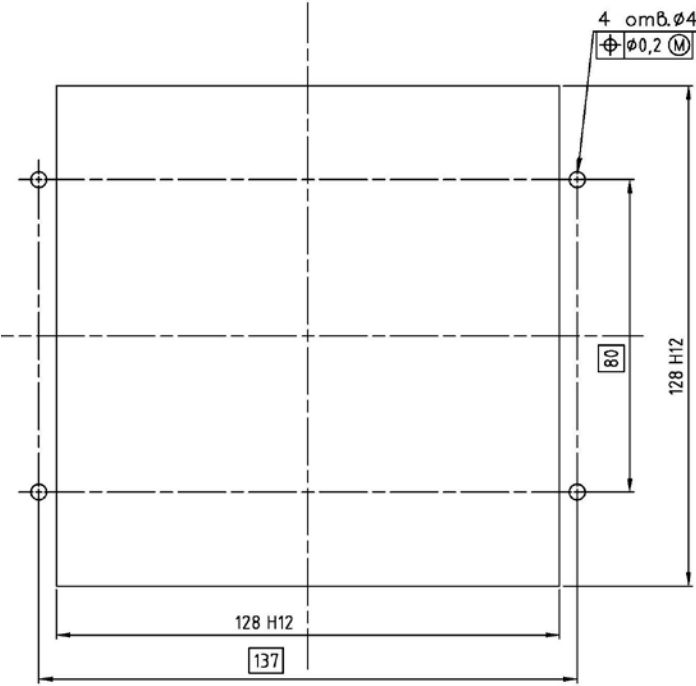

Рис. 9. Размеры окна для монтажа БОИ в приборном щите.
2.2.7.3 Для установки БОИ в приборный щит необходимо сделать в щите окно и четыре отверстия по размерам, показанным на рис. 9.